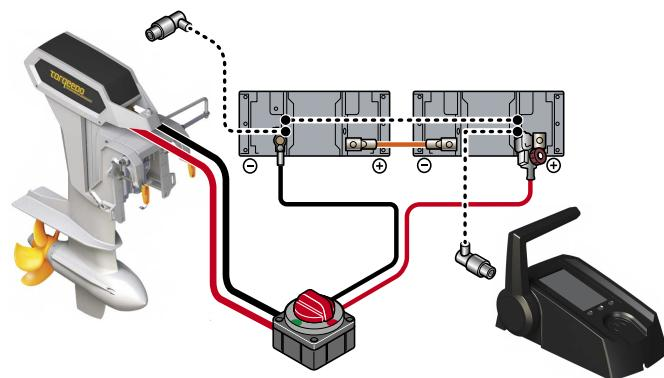

Fig. 15: Schéma électrique 26-104
2. Raccordez le câble aux batteries, cf. ""Fig. 15: Schéma électrique 26-104"".